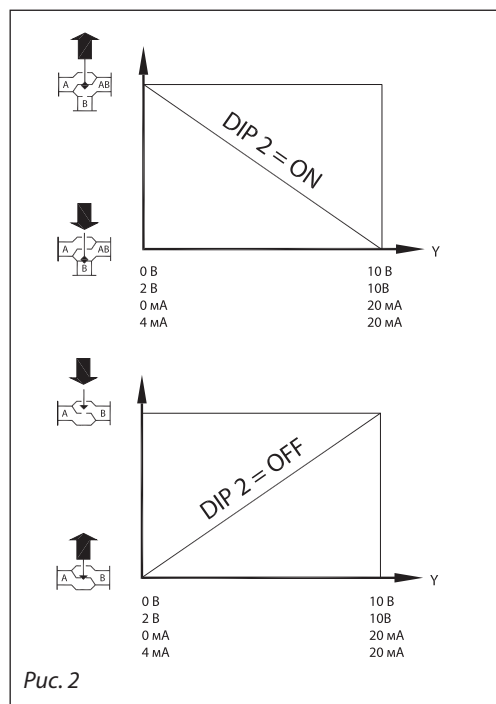

Рис. 2
**Переключатель 2: DIR/INV** — прямое или обратное направление движения штока (рис. 2):